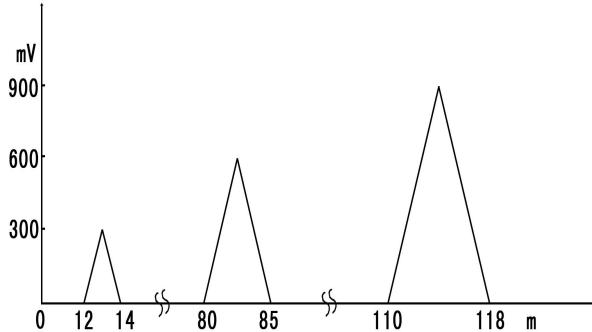

图15 破损点大小曲线图
(1) 数字直读法：该法在检测时，保持一定的静态信号，300mV 以内不能判断为破损点，这是由于土壤干湿变化、管道防腐层过薄，管道埋土深度变化检测人员偏离管位等因素引起，一般认为 300~600mV 为防腐的微小缺陷，600~900mV 为防腐层中等破损，900mV 以上应开挖修理的大破损。
(2) 辐射距离法：此法是按泄漏点处辐射距离直径来划分的：一般小漏点辐射距离直径在 2M 之内，大漏点辐射距离直径在 5m 以上，中等漏点辐射距离直径位于大小漏点两者之间。
(3) 统计图形法：若以泄漏电位与辐射距离两因素作图，在漏点的上方会出现一个个三角形，三角形大小近似地反映了漏点的大小，如图 15 所示。